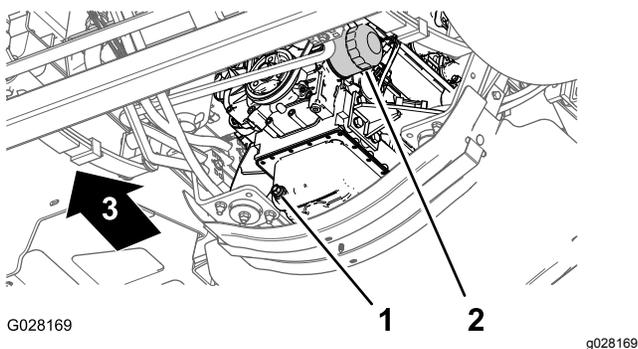

Figura 72
3. Alinhe um recipiente de escoamento debaixo do filtro de óleo do motor (Figura 72).
4. Retire o filtro do óleo antigo (Figura 72).
8. Instale um filtro do óleo no adaptador do filtro, rode o filtro de óleo no sentido horário até que a junta de borracha entre em contacto com o adaptador do filtro; em seguida, aperte o filtro mais ½ de volta (Figura 72).
1. Alinhe um recipiente de escoamento com o tampão de escoamento (Figura 72).
2. Retire o tampão de escoamento e deixe o óleo escoar completamente (Figura 72).